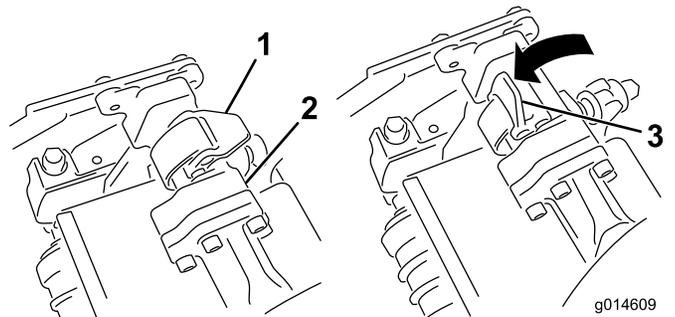
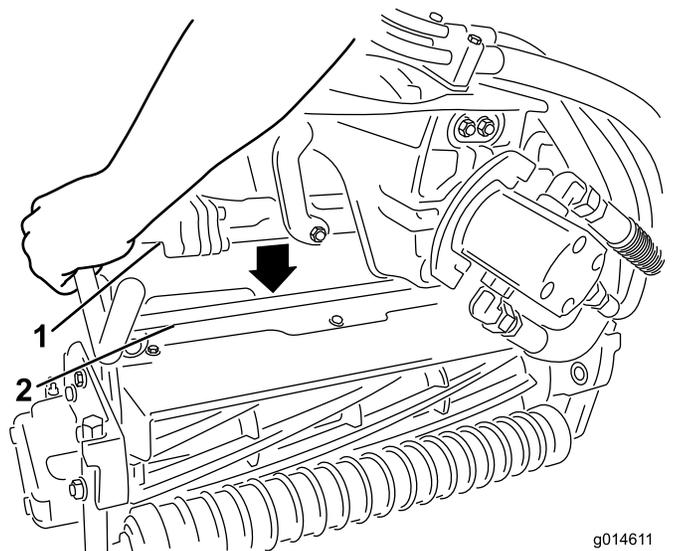

Bild 33
Bild 34
3. Die Riegel an der Aufhängearmstange müssen nach oben zeigen (d. h. offen) (Bild 33); drücken Sie den Aufhängearm dann so nach unten, dass die Stange über die Stange an der Oberseite des Mähwerks passt (Bild 34).
- Drücken Sie die Riegel nach unten und um die Mähwerkstange und arretieren sie (Bild 33).
- Öffnen Sie die Riegel an der Aufhängearmstange des Mähwerks, das Sie entfernen möchten (Bild 33).